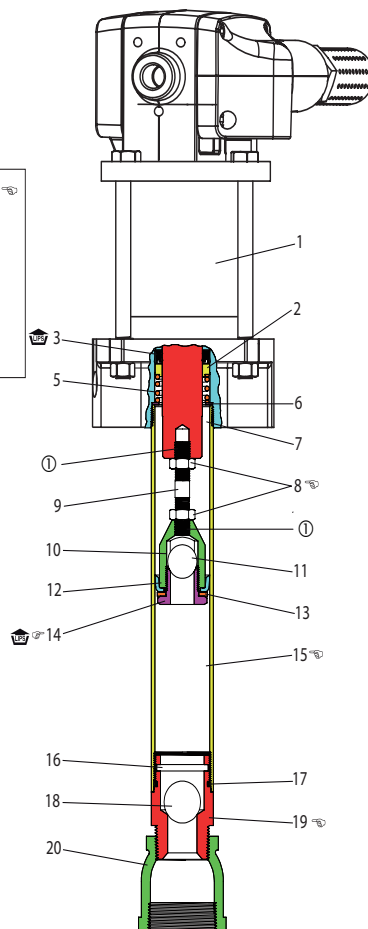

Figura 3
- Assemblare (3) il distanziale (2) di tenuta, (5) la molla e (6) la rondella dalla cavità nella parte inferiore del motore. **NOTA:** Fare riferimento alla figura 3, pagina 4 per la direzione del bordo dell'imballo.
- Per AF0409A13XXXX: Montare il dado e asta del pistone e i componenti sull'asta del motore, serrando il dado contro l'asta del motore. Applicare Loctite 242 alla filettatura dell'asta del pistone prima del montaggio. **NOTA:** Serrare il dado a 60-70 ft lbs (94,9-81,3 Nm), facendo riferimento alla figura 3, pagina 4.